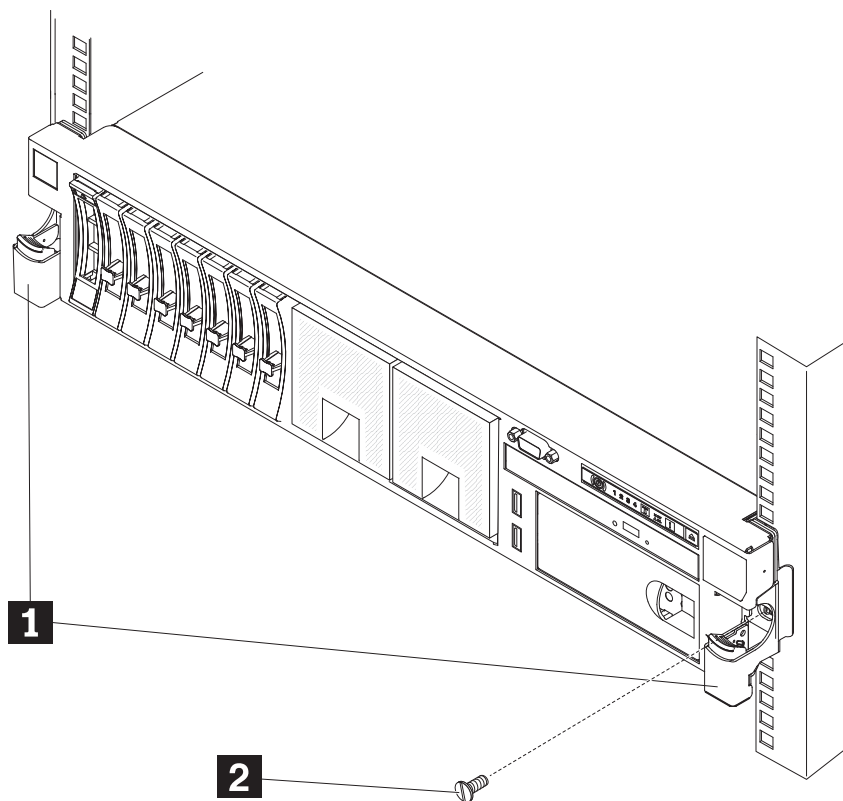

図 28. 前部ねじの取り付け
9. オプション: 34 ページの図 28 に示すように、前部ねじを取り付けます。